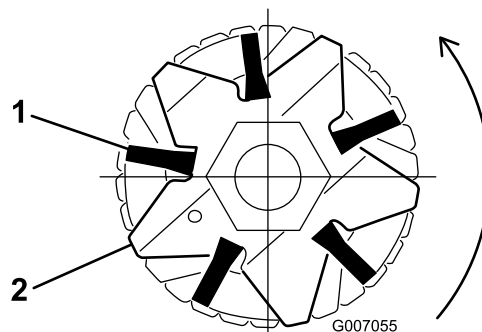
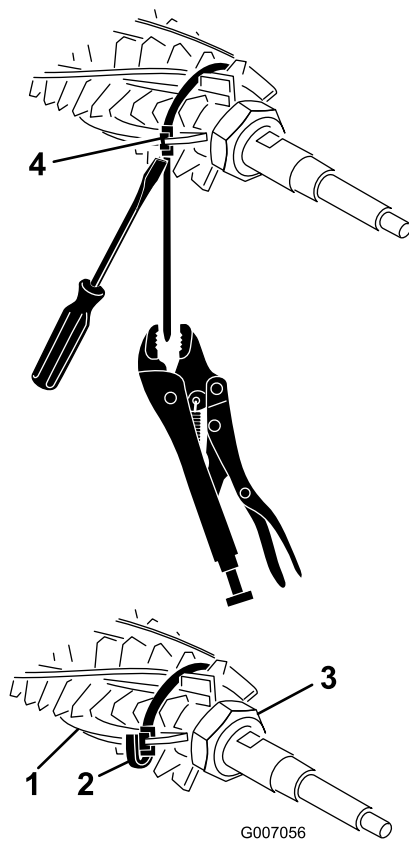

Bild 39
Bild 40
2. Stellen Sie sich, dass die Bürsten in den Schlitten des Groomermessers sitzen (Bild 39 und Bild 40).
3. Wickeln Sie die Haltebänder, siehe Bild 40, lose um die Spindelwelle und die Bürsten des Groomer. Setzen Sie die Haltebänder in die Rillen in den Bürsten ein (Bild 39). Positionieren Sie die Bürsten so, dass die Haltebänder zwischen den folgenden Messern 1–2, 14–15, 28–29 und 41–42 sind.
Hinweis: Wenn die Kkehrbürsten nicht richtig in den Messerschlitten sitzen, lösen Sie an jeder Seite der Groomerwelle die Befestigungsmuttern des Groomermessers, positionieren Sie die Kkehrbürsten richtig in den Messerschlitten und ziehen Sie die Befestigungsmuttern des Groomermessers an (Bild 40).
4. Drücken Sie einen Schraubenzieher gegen die Haltebandschnalle und fassen Sie gleichzeitig das Halteband mit einer Gripzange an. Ziehen Sie das Halteband fest, bis sie in den Bürstenrillen arretieren (Bild 40).
5. Kürzen Sie das Halteband auf ungefähr 6 mm von der Schnalle und falten Sie das überschüssige Halteband über die Schnalle (Bild 40).